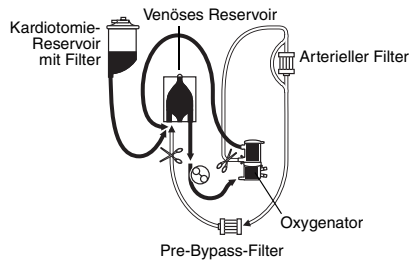

Abbildung 3.
Rezirkulation (siehe Abbildung 3)
1. Nachdem Sie die Schlauchleitung in die vorschriftsmäßig okkludierte Pumpenführungsbahn eingelegt haben, entfernen Sie die Klemme vom Rezirkulationsauslass (siehe Abbildung 3), um die Rezirkulation zwischen Oxygenator und venösem Reservoir freizugeben.